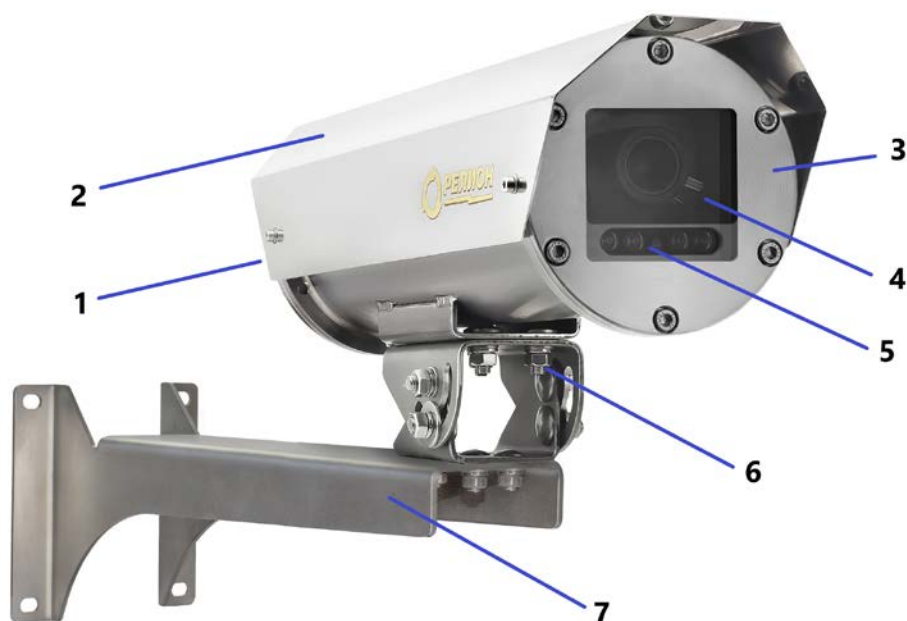

Рисунок 1 – Внешний вид термокожуха
- Открутить болт крепления крепежно-юстировочного устройства (8) и отсоединить от него термокожух, рис. 1.
- Открутить фиксирующие винты и отделить основание с кабельным вводом (1) от корпуса термокожуха, рис. 1.
- Определить место установки и разметить место крепления крепежно-юстировочного устройства, рис. 1.
- Закрепить крепежно-юстировочное устройство (8) к рабочей поверхности, рис. 1.
- Основание с кабельным вводом (1) соединить с корпусом термокожуха и закрутить фиксирующие винты, рис. 1.
- Установить термокожух на крепежно-юстировочное устройство (8) и зафиксировать при помощи болта (7), рис. 1.